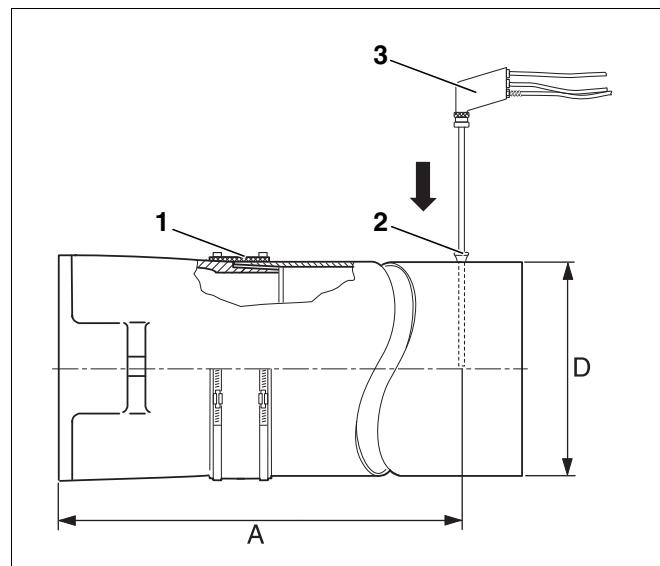

Рис. 15 Проведение замеров
Замеры осуществляются на присоединительном участке дымовой трубы (Рис. 15, стр. 19) или на штуцере концентрической дымовой трубы (Рис. 14).
Отверстие для замеров (муфта; Рис. 15, поз. 2) должно находиться на расстоянии "A" (примерно 2 диаметра дымовой трубы "D") от патрубка дымовых газов (Рис. 15). Если сразу после отопительного котла установлено колено для соединения с системой отвода дымовых газов, то замеры нужно производить до этого колена.
Мы рекомендуем установить уплотнительную манжету (Рис. 15, поз. 1) для соединения котла с дымовой трубой.
- Опустить измерительный зонд (Рис. 15, поз. 3) в центр потока (середина трубы), здесь дымовые газы имеют наивысшую температуру.